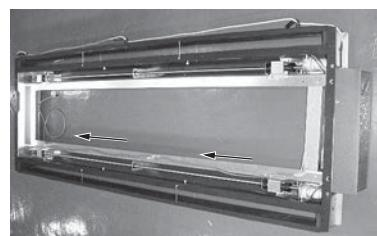

図5
- 2.昇降キット付属のリード線（コネクター3P：クロ）を所定の経路に通します。（図5）